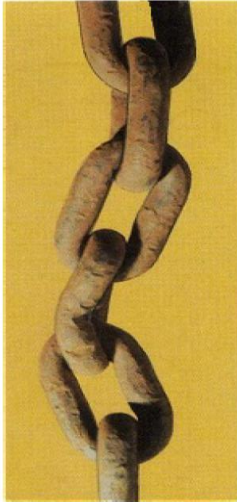

Bild 1
- Deformation på grund av böjning, förvridning eller intryckning (bild 1)